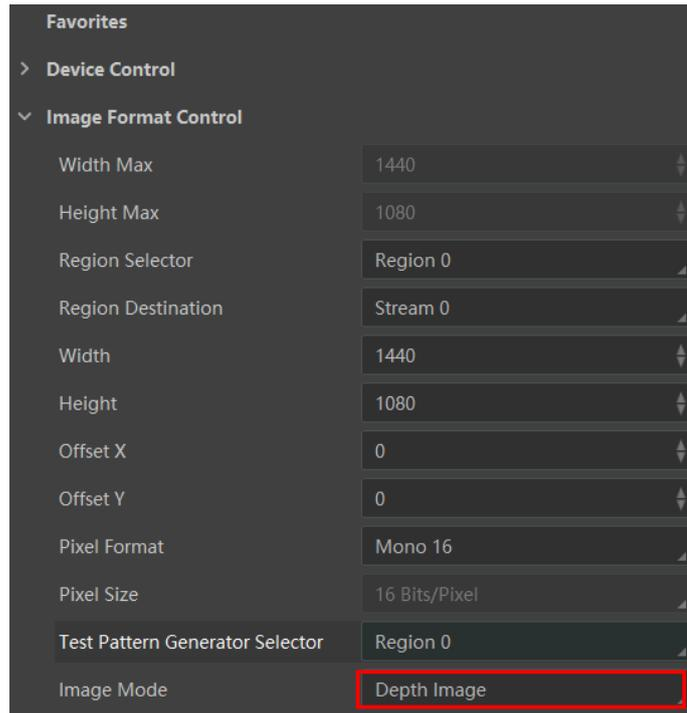

图2-7 深度图设置
1. 确认设备的图像模式为深度图，即 *Image Format Control* 属性下的 *Image Mode* 参数设置为 *Depth Image*，如图 2-7 所示。